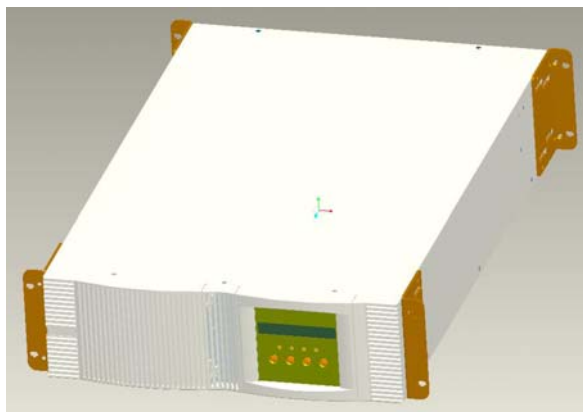

Рис. 1: Крепление «5в1 функц. кронштейнов» к корпусу ИБП
- 4 штуки “5в1 функц. кронштейны” (Рис. 1 на страницы 12)